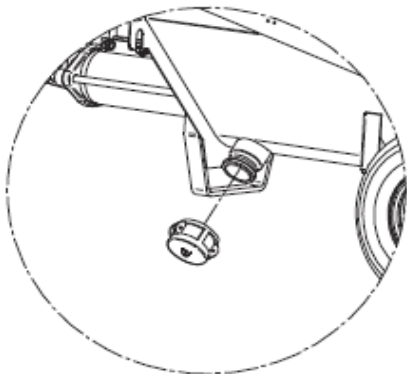

FIG. 11
-Enlever le bouchon situé sous la trémie (fig.11) et nettoyer soigneusement la machine avec de l'eau en partant de l'écrase-sac, s'il est installé.
En cas de prévision de gel, ouvrir le bouchon de la trémie, décrocher les tuyauteries et vider complètement la machine en faisant sortir l'eau (fig. 11).